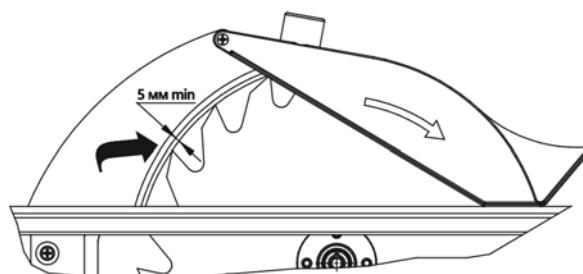

Рисунок 6. Радиальное расстояние
- установить и отрегулировать расклинивающий нож 6. Расклинивающий нож 6 необходимо расположить симметрично по центру в плоскости пильного диска 4, обеспечивая радиальное расстояние между расклинивающим ножом и венцом пильного диска не более 5 мм (рис. 6). Это достигается перемещением регулировочных гаек 9 и расклинивающего ножа по резьбовым стержням 8. После установки надежно закрепите расклинивающий нож бна стержнях гайками 5;